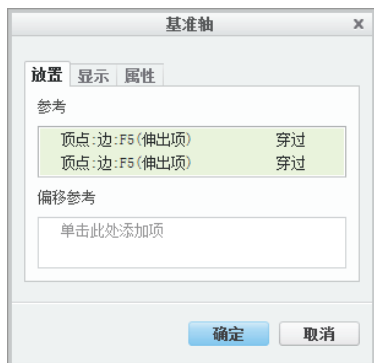

图 5-34 “基准轴”对话框
STEP 03 在“基准轴”对话框的“参考”列表框中，显示创建的穿过顶点的参考，如图 5-34 所示。